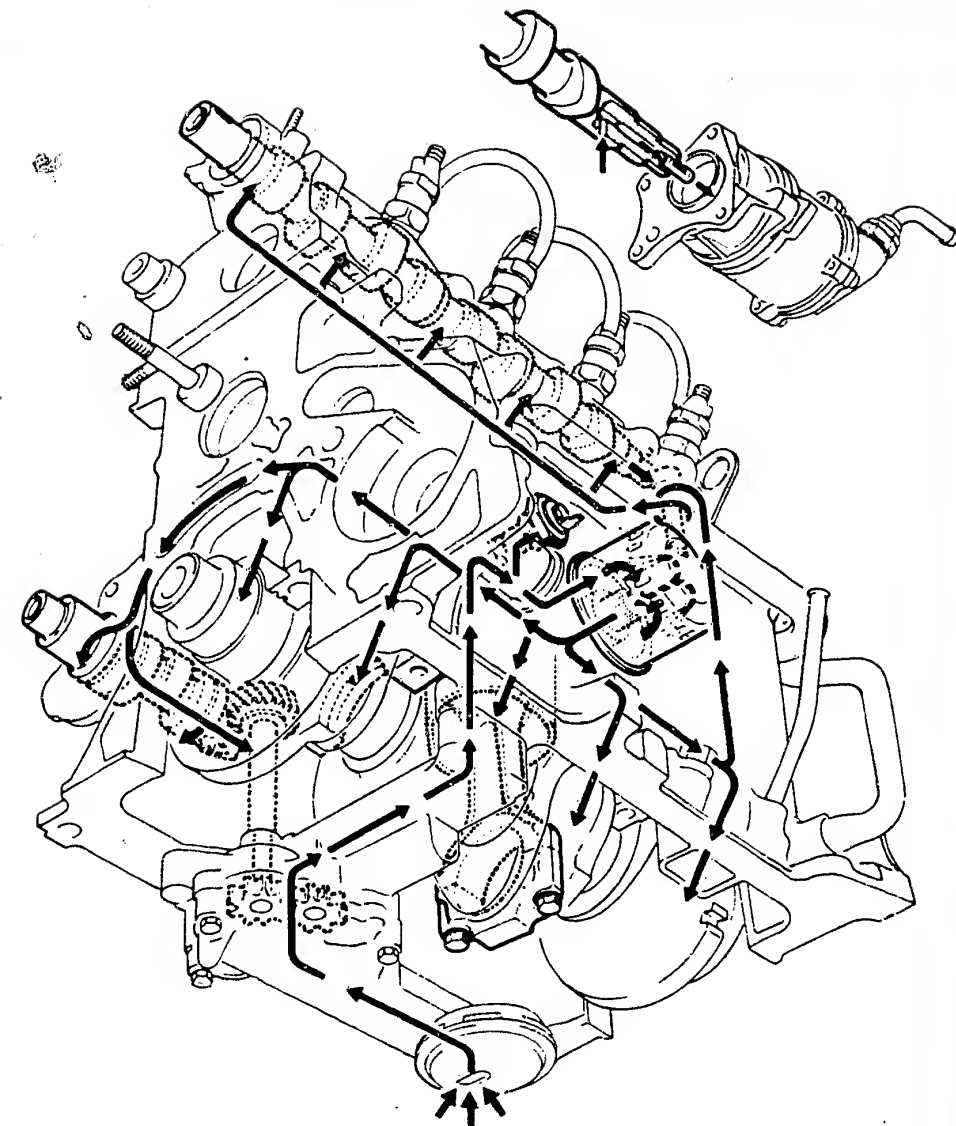

Bild 21 Ölkreislauf. Die Ölpumpe wird von der Nebenwelle angetrieben. Oben rechts: Ölversorgung der Unterdruckpumpe via Nockenwelle.
2.3.4 Schmier-system (Bild 21)